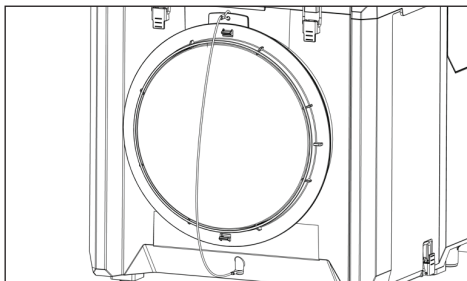

Fig. 7: Capacul de admisie a aerului (poziție de închidere)
- ▶ Închideți capacul de admisie a aerului (Fig. 7) înainte de transport. Acest lucru împiedică evacuarea prafului din aparat în mediul înconjurător.